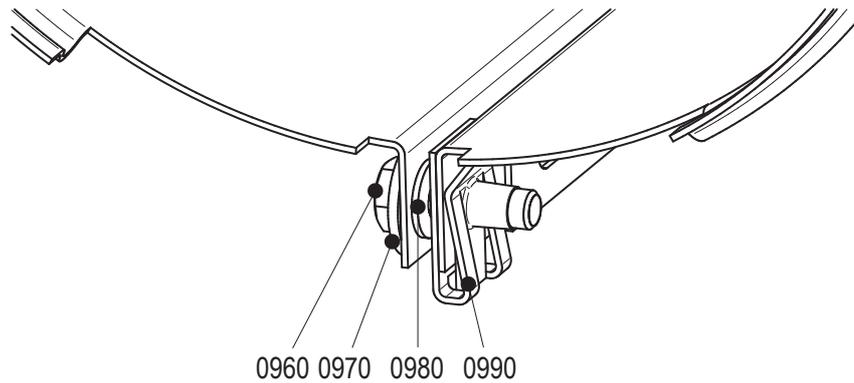

Figura 15: Inserimento camicia.
- 1 Allentare le viti (0960). Vedere la figura 15.
- 3 Chiudere la camicia e serrare la vite (0960). Vedere la figura 15.
- 5 Chiudere la camicia e serrare la vite (0960). Vedere la figura 15.